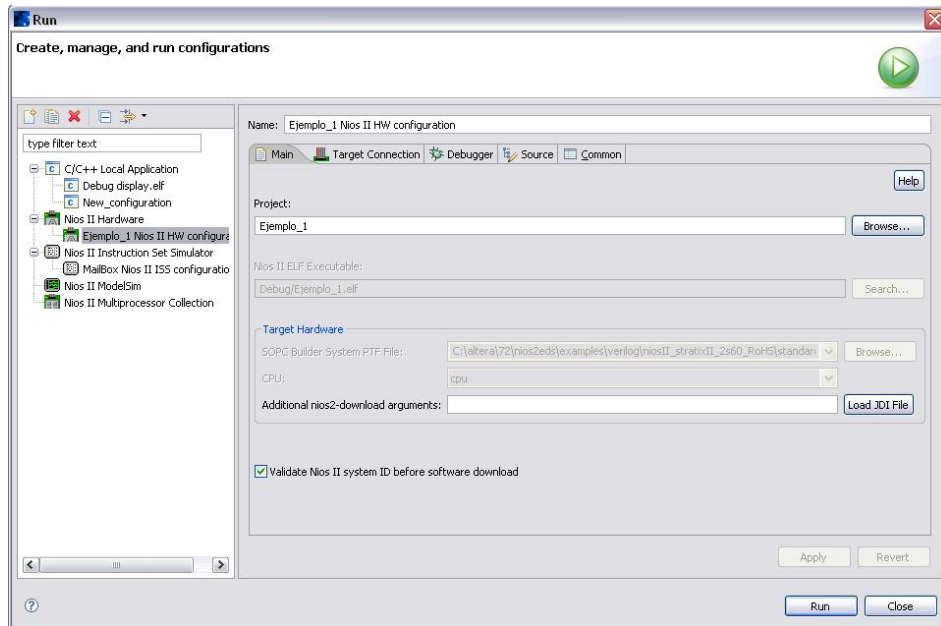

Figura D57 Descarga del proyecto sobre la tarjeta de desarrollo
3. Aparecerá el nombre de nuestro proyecto, al igual que en **Project**, presionamos **Run**, y listo, se ejecuta el proceso de programación sobre la tarjeta de desarrollo Stratix II con procesador adaptable Nios II, Figura D57.